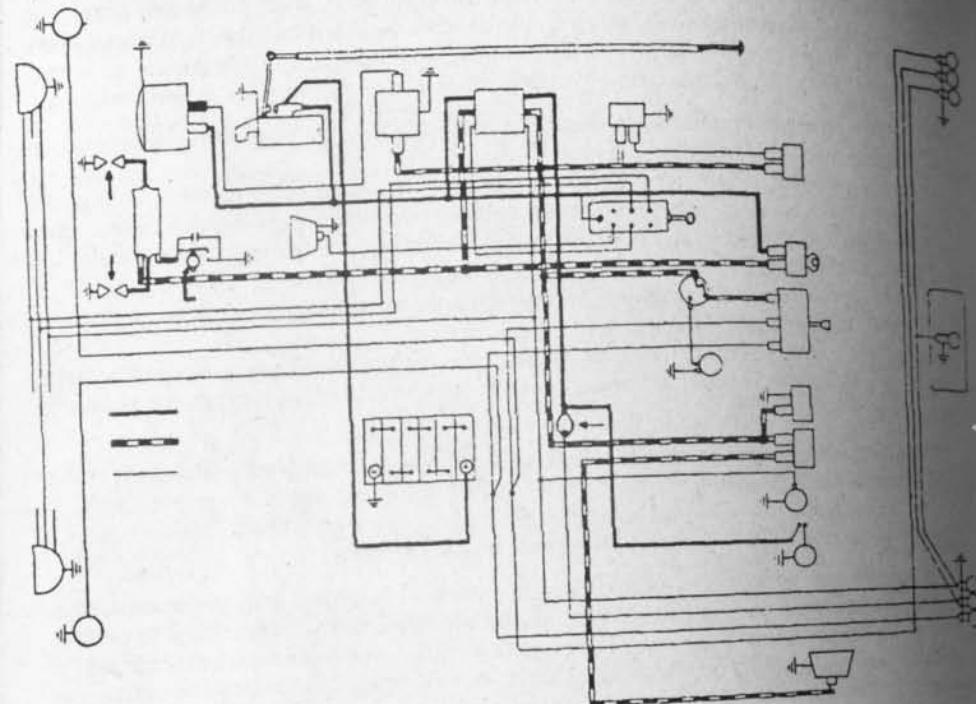

Fig. 4-16.— Circuito de Citroën 3CV, de AX-330
**Alumbrado y bocinas:** Los cables (2), (3) y (4) del comutador de alumbrado entregan corriente eléctrica a los faros delanteros, para el encendido de luces de estacionamiento, bajas y altas. Por los cables (6) y (7) se encienden las luces traseras y del cuentakilómetros.
**Circuitos eléctricos 3CV:** La batería se conecta con el borne negativo a masa, por medio de un cable grueso a un perno de la tapa de la caja de cambios. El borne positivo (+) se conecta al interruptor del motor de arranque, también por un cable grueso. De este terminal (Fig. 4-16) sale un cable que mantiene tensión permanente en el borne (+) del alternador, en el fusible  $F_3$ , selector de luces, chapa de contacto, interruptor de "pare" o "stop" y luz interior, como se muestra en la figura.